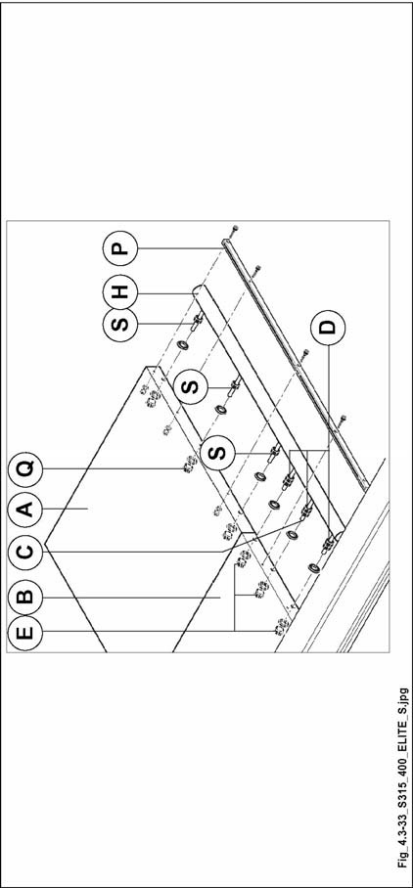

Abb. 4.3-33
die Muttern (D Abb. 4.3-33) nicht lockern, da sie von unseren Technikern für die richtige Positionierung der zylindrischen Führung eingestellt wurden.
- 2) Mutter (E Abb. 4.3-33) anziehen.
- 3) Die Muttern (S Abb.4.3-33) an der zusätzlichen Fläche (A Abb.4.3-33) von Hand anschrauben und achten, daß die Führung (H Abb.4.3-33) dabei nicht verformt wird; abschließend die Muttern (Q Abb.4.3-33) festspannen.
- 4) Kontrollieren Sie, ob die Führung (H Abb.4.3-33) linear ausgerichtet ist und nehmen Sie, falls notwendig, die entsprechenden Einstellungen mit Hilfe der Muttern (S Abb.4.3-33) vor.